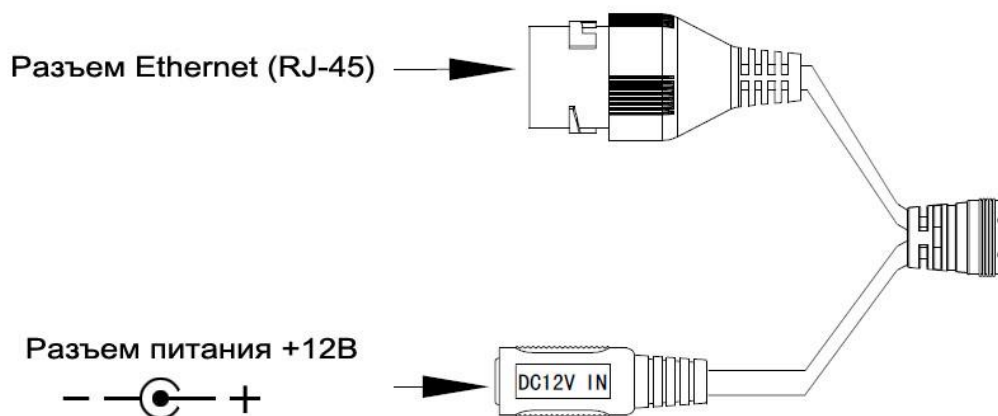

Рисунок 2
2.5 Подключите соединительные провода (разъемы) в соответствии со схемой внешних подключений (рис.2) и соблюдением полярности. Неверное соединение может привести к повреждению и/или неправильному функционированию оборудования.